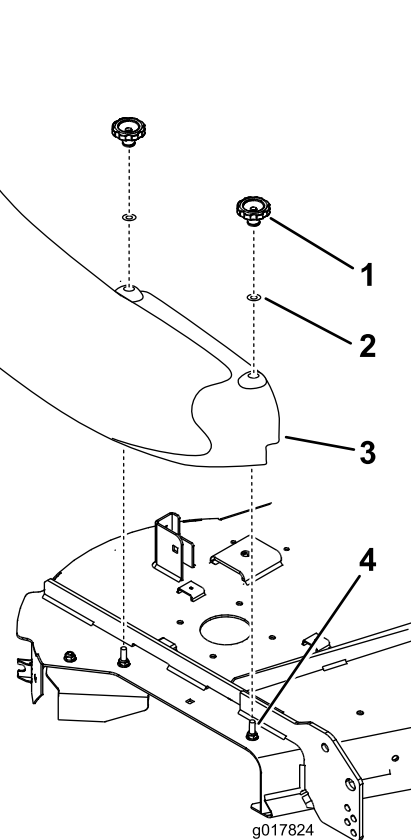

Figura 26
5. Alinee los orificios del conducto y monte el conducto sobre los pernos. Sujete el conducto a la carcasa de corte con los dos pomos y las arandelas planas (5/16") (Figura 26).